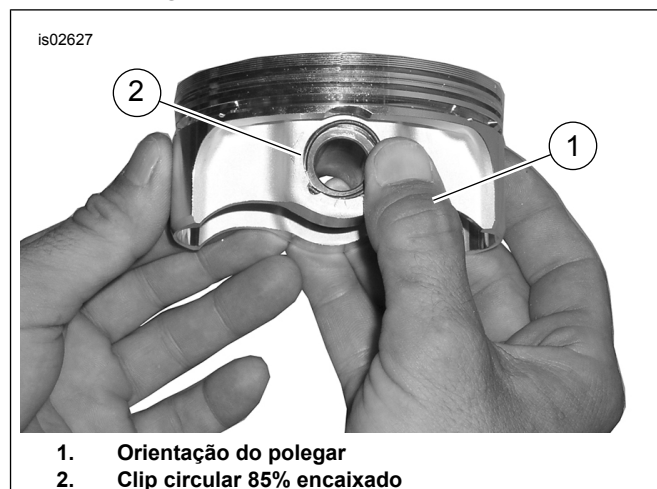

Figura 4. Instale o grampo circular
- Ver Figura 4 . Posicione o seu polegar (1) conforme ilustrado e pressione firmemente, até que cerca de 85% do anel de retenção (2) assente na ranhura.